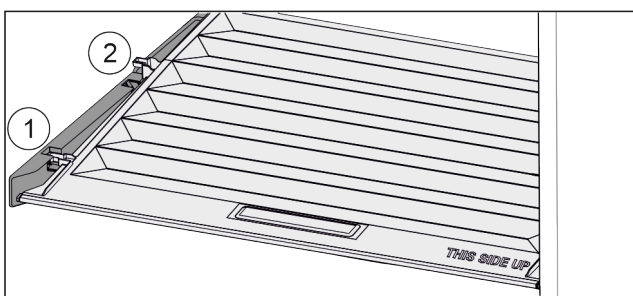

Fig. 107
- ▶ Потянуть крышку до отверстия в поддерживающих деталях вперед *Fig. 107 (1)*.
- ▶ Поднять сзади снизу и извлечь *Fig. 107 (2)* движением вверх.